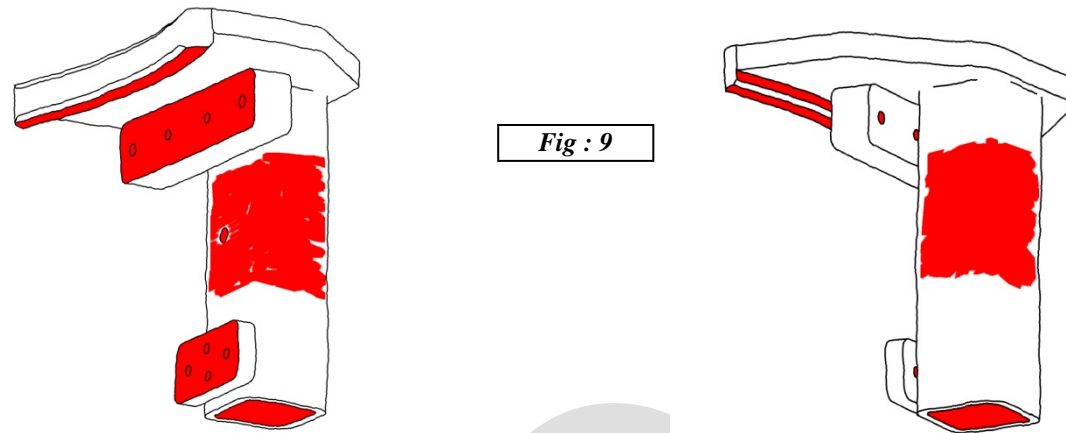

Fig : 9
- **B) Colorier** sur la fig: 9 les surfaces de contact de l'ensemble bride mécano soudée.